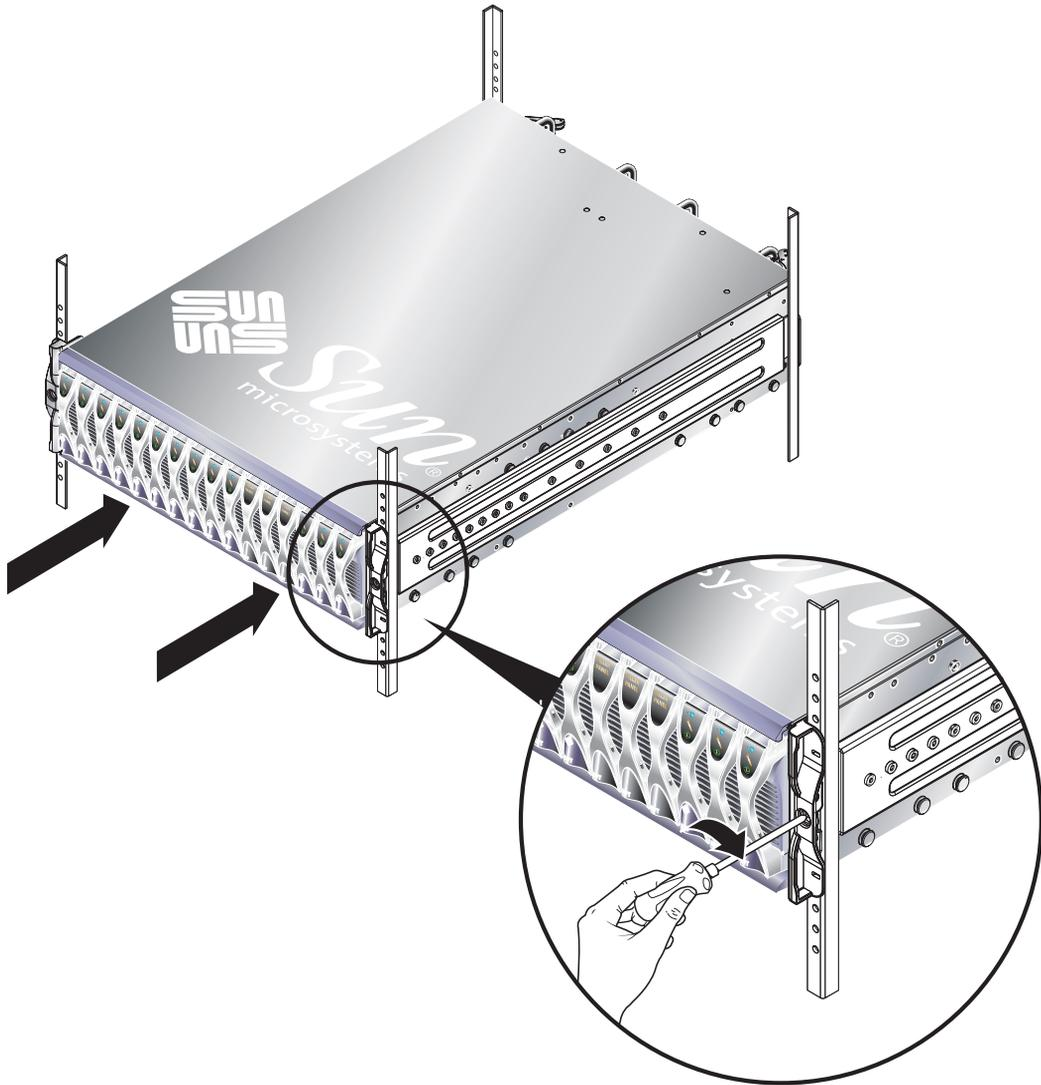

FIGURE 3-8 Serrage des vis imperdables de fixation (armoire 19" à quatre colonnes)
9. Serrez les vis imperdables de fixation situées à l'avant du châssis (FIGURE 3-8).